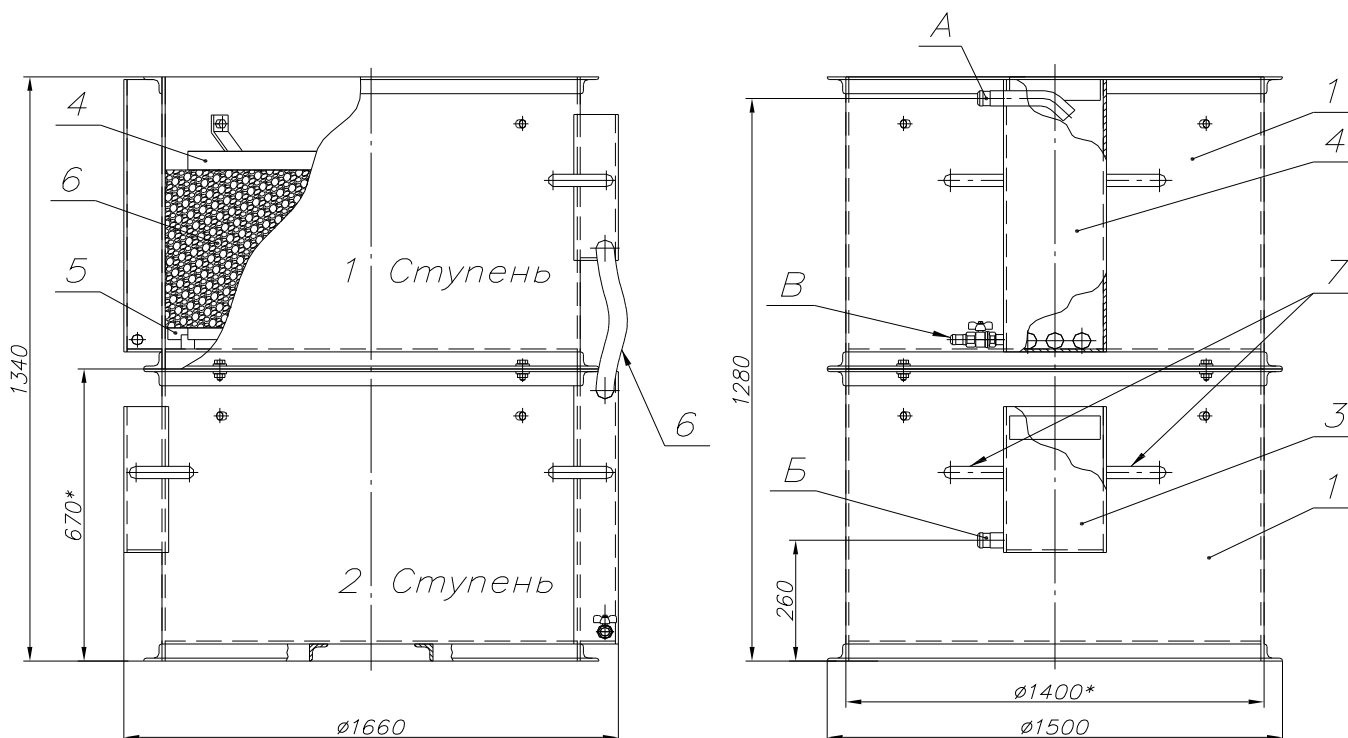

Рис. 1. Фильтр сорбционный двухступенчатый «ФСД-6».
Габаритные и привязочные размеры – см. рис. 1; диаметры патрубков – см. таблицу 3.
* Позиции по рис.1.
4. Устройство и принцип действия (рис. 1)